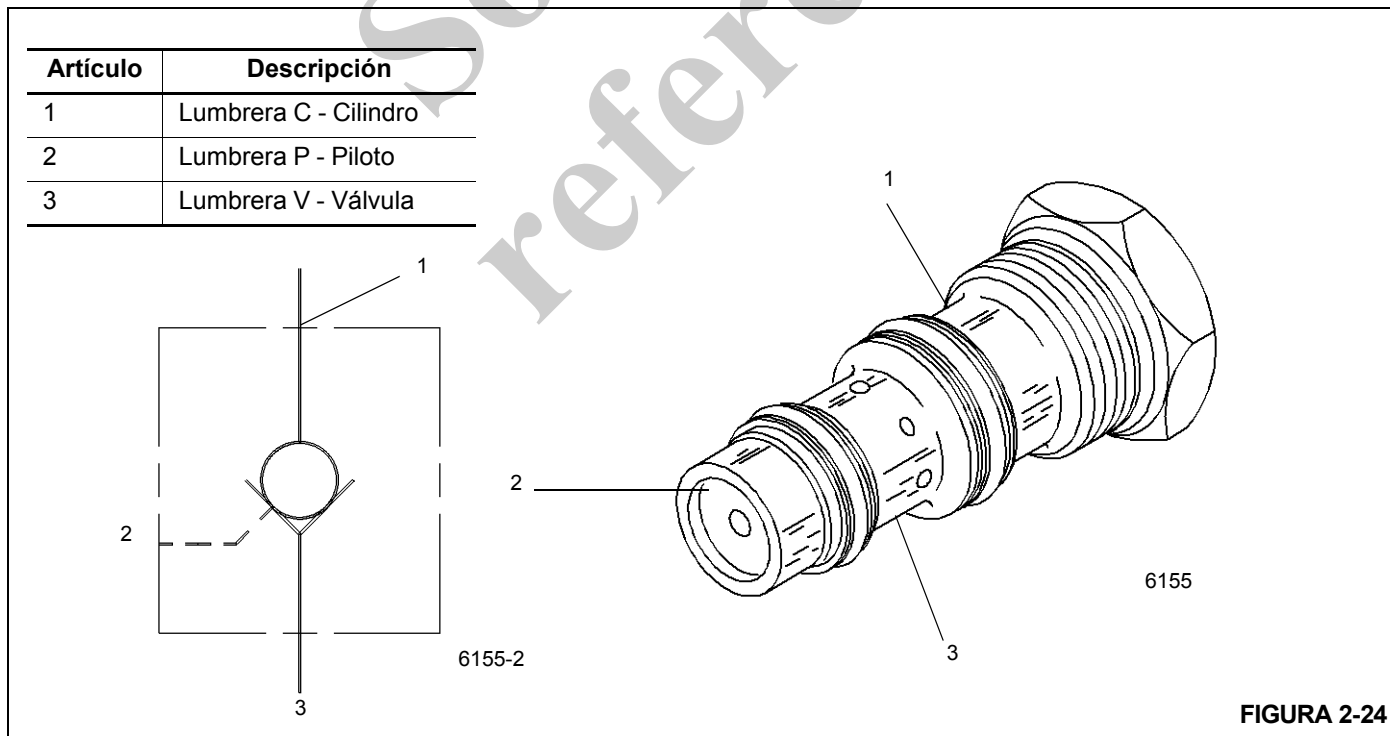

FIGURA 2-24
Una válvula de retención activada por piloto (PO) se encuentra en cada bloque de lumbreras del cilindro de gato de estabilizador. La válvula de retención funciona como una válvula de tope para el cilindro de gato. El flujo de aceite se dirige de la lumbrera "V" a las lumbreras "C", mientras se impide el flujo en el sentido opuesto. El flujo se invierte de "C" a "V" cuando el aceite de presión piloto se aplica a la lumbrera "V" del lado opuesto (Figura 2-24).